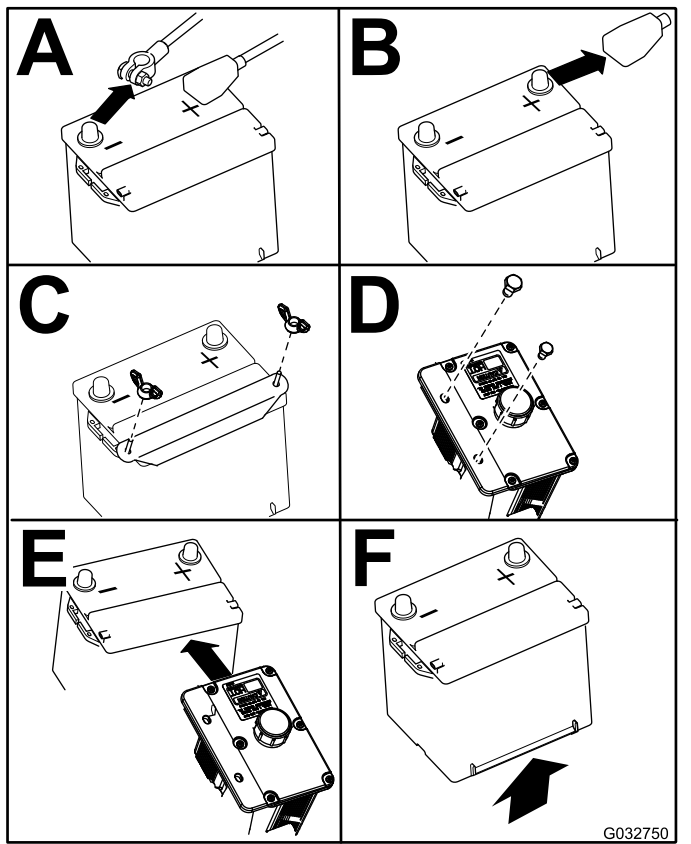

Рисунок 47
4. Зніміть акумулятор, як показано на Рисунок 47